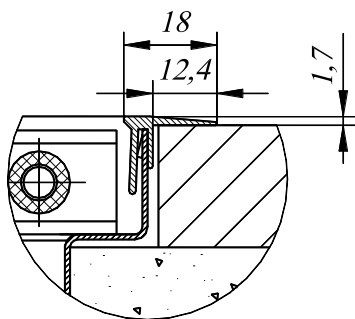

Рис.8.
- При исполнении F щель закрыть F-образными планками, установив их сверху по периметру корпуса (см. Рис.8).